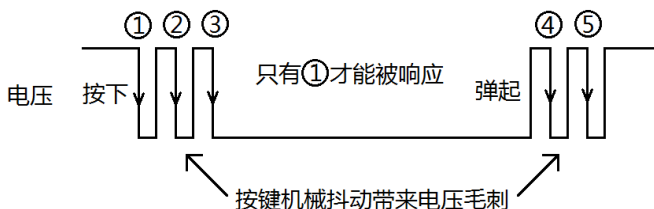

图 5.11 机械按键的抖动电压毛刺
如图 5.11 所示，机械按键按下和弹起时，会有毛刺干扰。在一次按键过程中，会有若干次下降沿，只有①才是真正的按键事件。如何避免其他几次下降沿“中断”的影响呢？